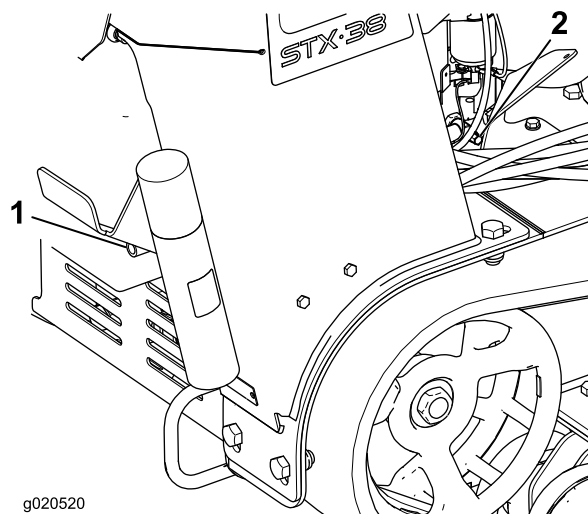

Figura 32
4. Collocate una bacinella sotto il tubo di spurgo. Girate la valvola di spurgo dell'olio per lasciar defluire l'olio (Figura 32).